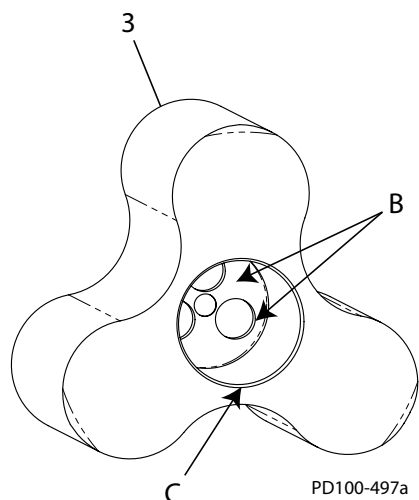

Figura 55: Detalle del rotor
1. La perforación para el eje en los rotores (Figura 55, renglón 3) siempre debe estar limpia, sin rebabas ni residuos (Figura 55, renglón B). El chaflán del borde (elemento C) no debe tener rebabas, a fin de evitar daños a los anillos O.